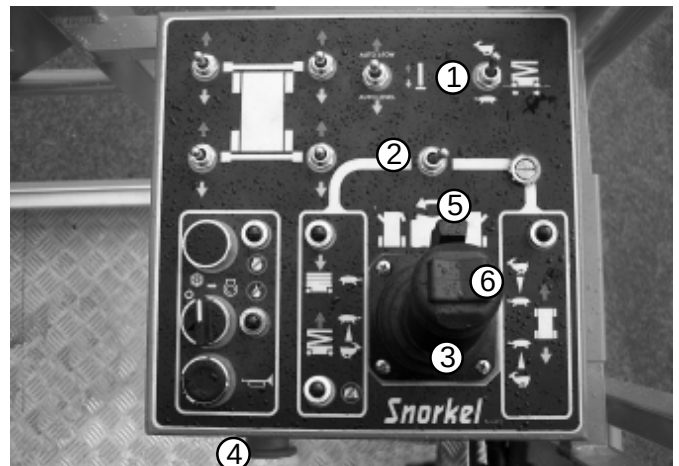

Fig. 8.18
2. Sätt hastighetsbrytaren (1) i läge sköldpadda (sakta) (se fig. 8.18) om körning skall ske i trånga utrymmen eller om Du av någon annan anledning skall köra sakta.
3. Sätt väljarbrytaren för Lyft/körning (2) i läge "Körning", (åt höger) (se fig. 8.18).
4. Tryck in **dödmansgreppet** (5) mot joysticken (3) (se fig. 8.18).
5. För sakta **joysticken** (3) (se fig. 8.18) framåt eller drag den bakåt beroende på i vilken riktning Du skall köra. Ju längre joysticken förs från sitt neutralläge, ju fortare kör maskinen.
6. För att svänga åt vänster eller höger, tryck ned och håll kvar **tumbrytaren** (6) på toppen av joysticken (3) (se fig. 8.18).